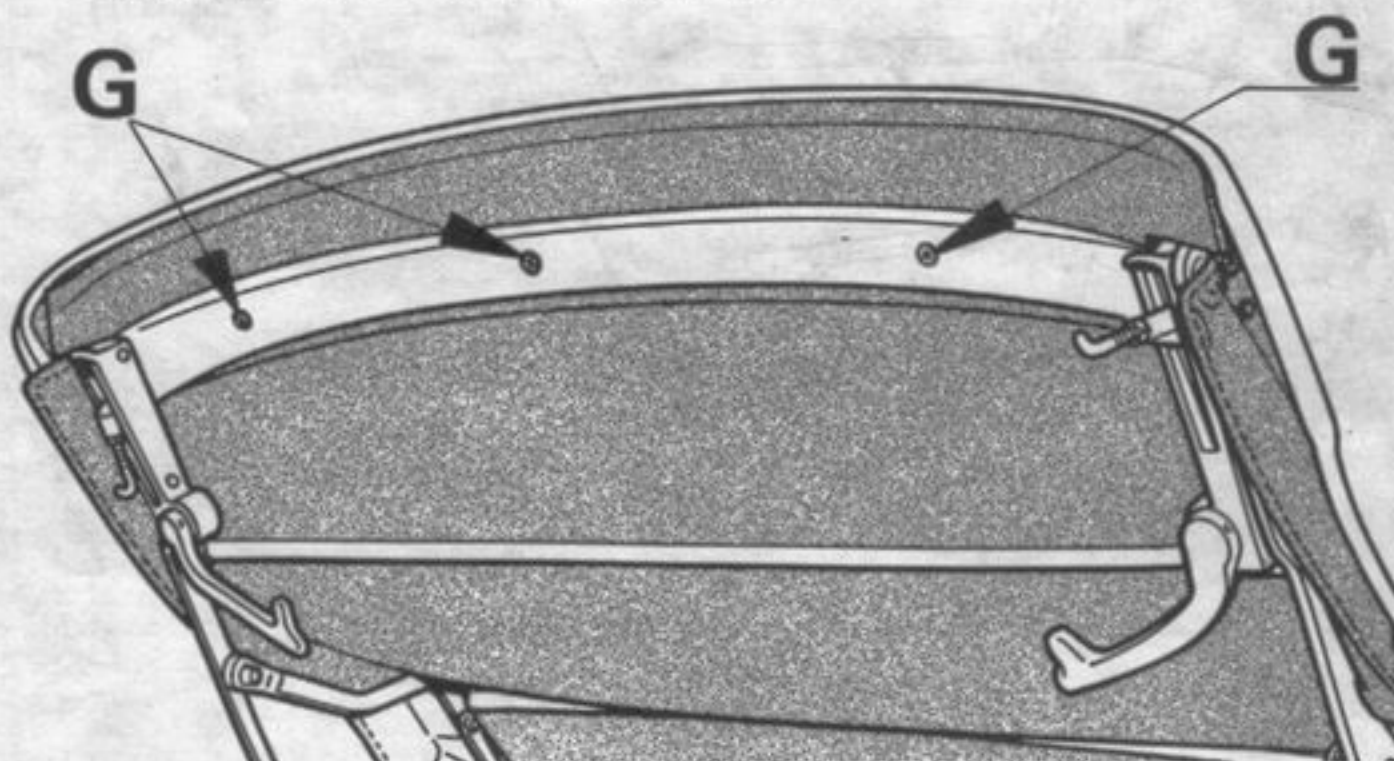

Figure 21
- Déposer l'enjoliveur de traverse AV d'armature, (G, figure 21)